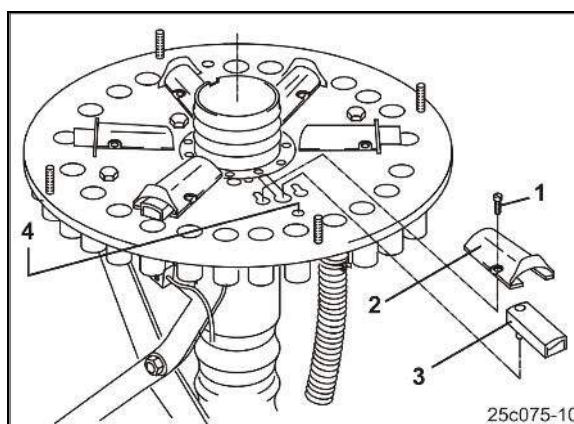

Рис. 146
6. Выверните 3 крепежных винта фильтра (Рис. 146/1) и замените фильтрующий элемент.
1. Демонтируйте внешнюю крышку распределителя (Рис. 146/1).
2. Демонтируйте кольцо (Рис. 146/2).
3. Демонтируйте внутреннюю крышку распределителя (Рис. 146/3).
4. Демонтируйте пенопластовую вставку (Рис. 146/4).